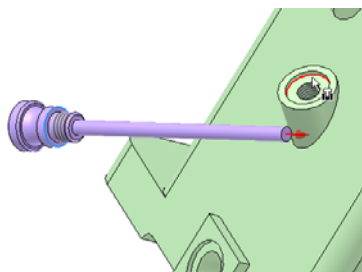
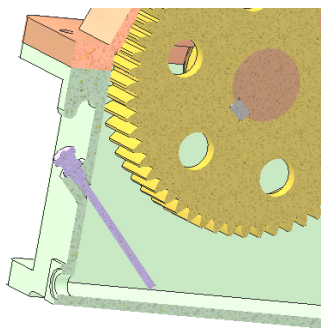

图 10-32 插入约束示意图
图 10-33 安装油标尺后的部件
①单击【装配】标签栏【零部件】面板上的【放置】工具按钮，打开【打开】对话框，选择油标尺和通气器零件（文件名为“油标尺.ipt”和“通气器.ipt”），将其装入到当前工作环境中。
②单击【装配】标签栏【位置】面板上的【约束】工具按钮，打开【放置约束】对话框，装配类型选择为【插入】，选择图 10-32 中所示的零件的端面作为配合表面，设置偏移量为零，方式选择为【反向】即可，单击【确定】按钮完成插入装配约束。此时油标尺则被安装到油标尺孔中，如图 10-33 所示。